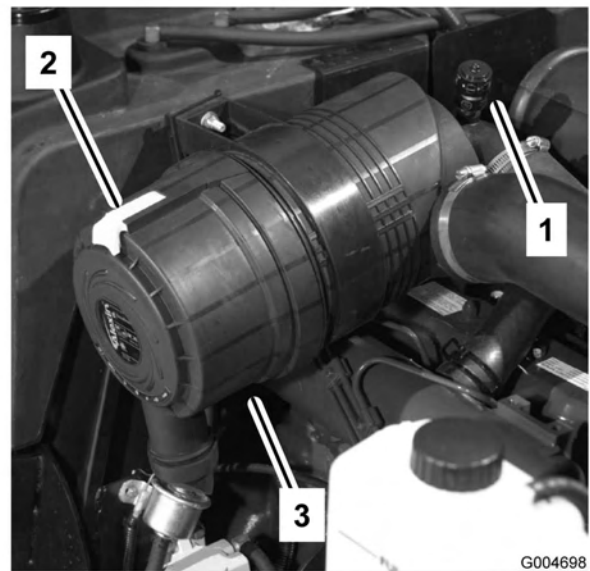

Bild 45
Warten Sie die Luftfilter, wenn die Luftfilteranzeige rot anzeigt (Bild 45) oder nach jeweils 400 Betriebsstunden (häufiger in sehr staubigen oder schmutzigen Bedingungen). Warten Sie den Luftfilter nicht zu häufig.
1. Ziehen Sie den Riegel nach außen und drehen Sie die Luftfilterabdeckung nach links. Nehmen Sie die Abdeckung vom Körper ab (Bild 45). Reinigen Sie die Innenseite der Luftfilterabdeckung.